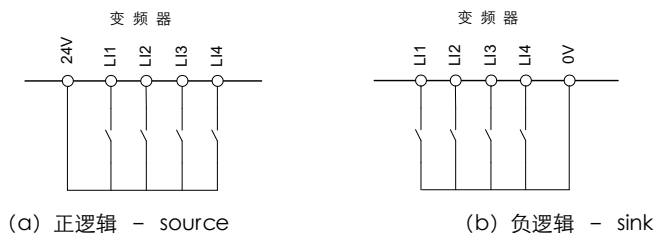

图 4.9 逻辑输入端子接线图
| LI1~LI8 | 可编程逻辑输入                   | +24 V 电源正逻辑 (source)：端口电压 < 5 V，则输入无效 (OFF)，端口电压 > 11 V，则输入有效 (ON)；负逻辑 (sink)：端口电压 > 16 V，则输入无效 (OFF)，端口电压 < 10 V，则输入有效 (ON)；逻辑输入连接图参见图 4.9。                                         |